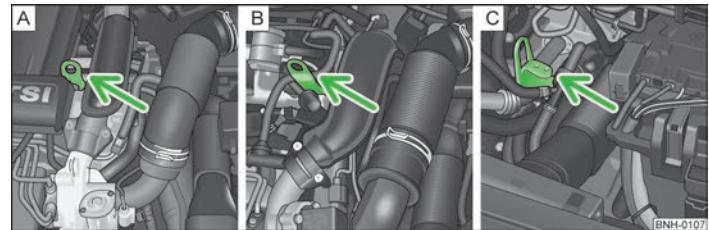

Abb. 118 Starthilfe - das START-STOPP-System
- 1,2 l/63 kW TSI und 1,2 l/77 kW TSI Motoren » Abb. 118 - **[A]**
- 1,4 l/90 kW Motor » Abb. 118 - **[B]**
- 1,6 l/77 kW TDI CR Motor » Abb. 118 - **[C]**